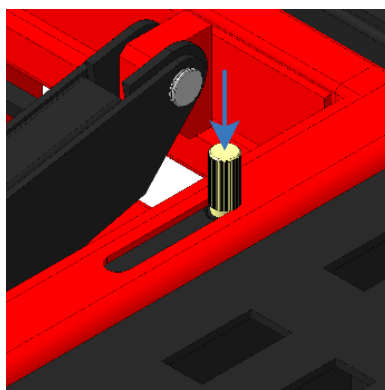

Рисунок 22
- Отпустите ручку. Ручка должна полностью опуститься и зафиксировать положение задвижки (рисунок 22).